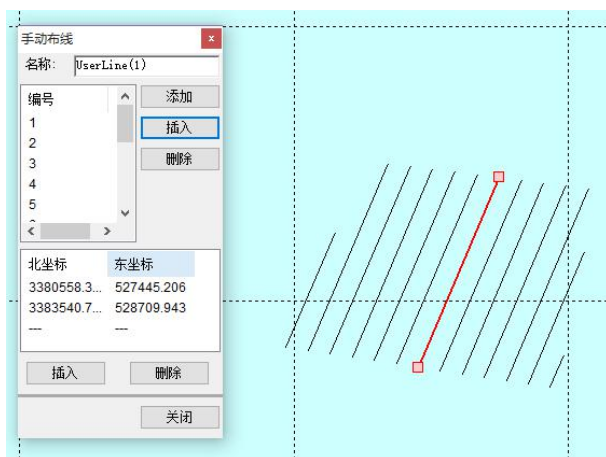

图 8.8 拆分集合对象
(2) 拆分集合对象。选中计划线集合对象后，点击右键，选择右键菜单“拆分”即可。集合对象拆分后，就从之前的一个整体变为分散的计划线，我们就可以对部分计划线进行编辑、删除等操作。如图 8.8 所示，将区域布线的集合对象拆分后，可以对其中一条线进行单独编辑。